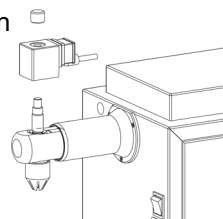

Abb. 19
- (Sofern vorhanden) Setzen Sie die Magnetspule und die Rändelmutter auf die Obere Abschlusseinheit und ziehen Sie die Rändelmutter fest (Abb. 19).